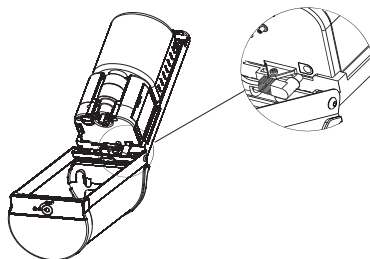

Abb. 2
3. Befestigen Sie 2 der mitgelieferten Schrauben in den oberen beiden Dübeln (Abb. 2) und hängen Sie den Spender an die beiden Schrauben. Bitte beachten Sie, dass ein Abstand von 3 mm zwischen Wand und Schraubenkopf notwendig ist, um den Spender auf zu hängen (Abb. 3).
Fix 2 of the supplied screws in the upper 2 plugs (Fig. 2) and hang the dispenser on the 2 screws. Please note that a distance of 3 mm between the wall and the screw head is necessary to hang the dispenser on (Fig.3).
Abb. | Fig. 2